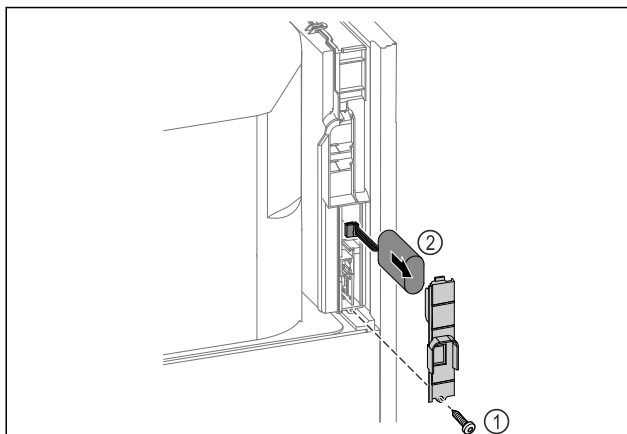

Fig. 222
- Skru ut skruen og fjern dekslet på baksiden av apparatet Fig. 222 (1).
- Koble fra og ta ut batteriet Fig. 222 (2).